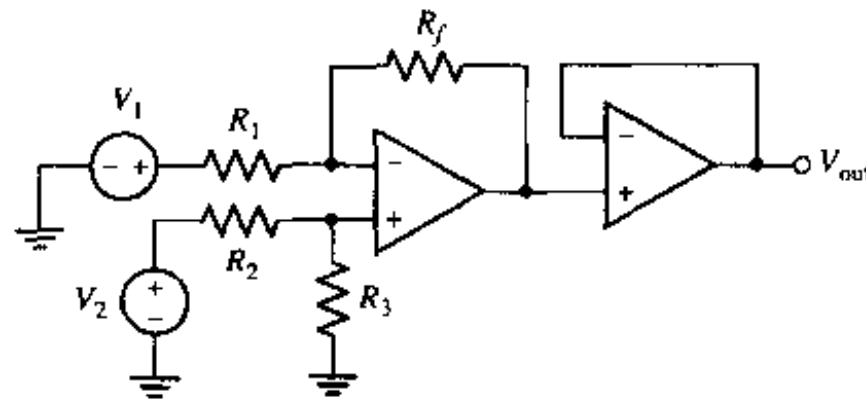

图 6.39
23. 如图 6.39 所示电路, 导出以 V_1 和 V_2 表示的 V_{out} 的表达式。